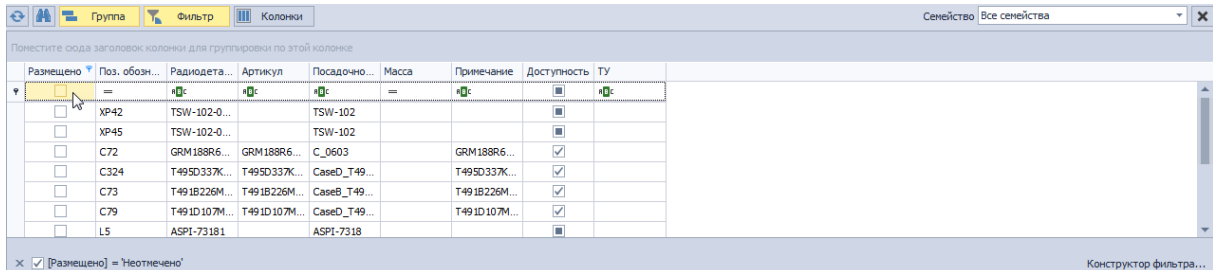

Рис. 94 Отображение неразмещенных компонентов в панели «Поиск объектов»
2. Снять все отметки в строке фильтра колонки «Размещено», чтобы отобразить только неразмещенные компоненты, см. Рис. 94.